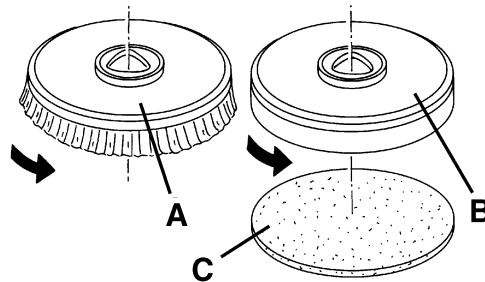

Рис. 1
1. Отсоедините сетевой шнур (3) от электросети.
2. Расположите щетку (А, Рис. 1) или держатель прокладки (В) под платформой (14).
3. Опустите платформу на щетку/держатель прокладки, нажав педаль (8).
4. Подключите сетевой шнур (3) к электросети.
5. Зацепите щетку или держатель прокладки, нажав переключатель (51) на несколько секунд.